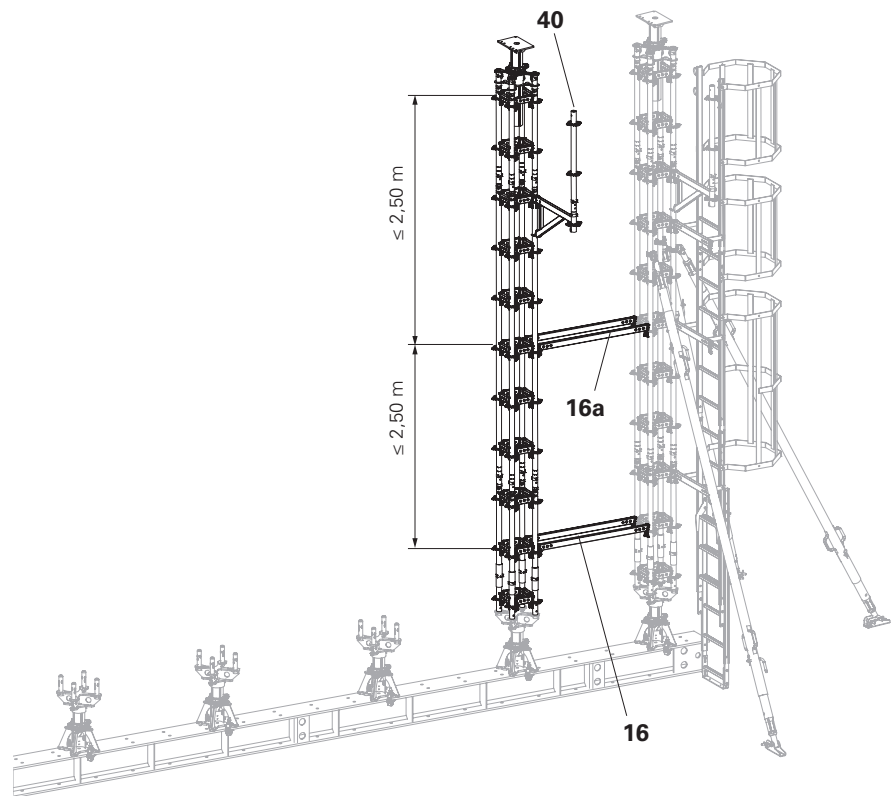

Fig. A6.15
2. Agganciare nelle rosette del secondo livello i correnti orizzontali (**16**) (max. 1,50 m) come ausilio al montaggio. La distanza dei correnti orizzontali (**16a**) in alto non deve superare 2,50 m. (Fig. A6.15) Per maggiori dettagli vedere Sezione A6 "Piattaforma di servizio".